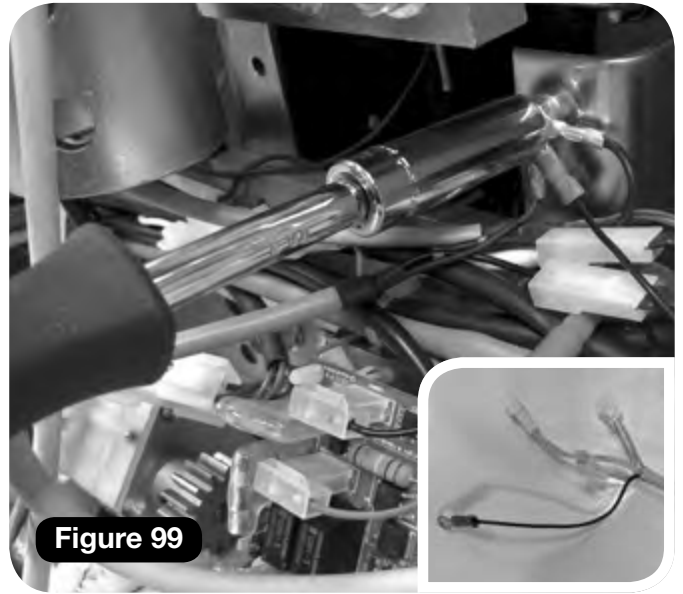

Figure 99
- 7 Faisceau de siège 1. Connectez la terre sur la vis de terre du châssis et serrez l'aide de l'écrou (**Figure 99**).